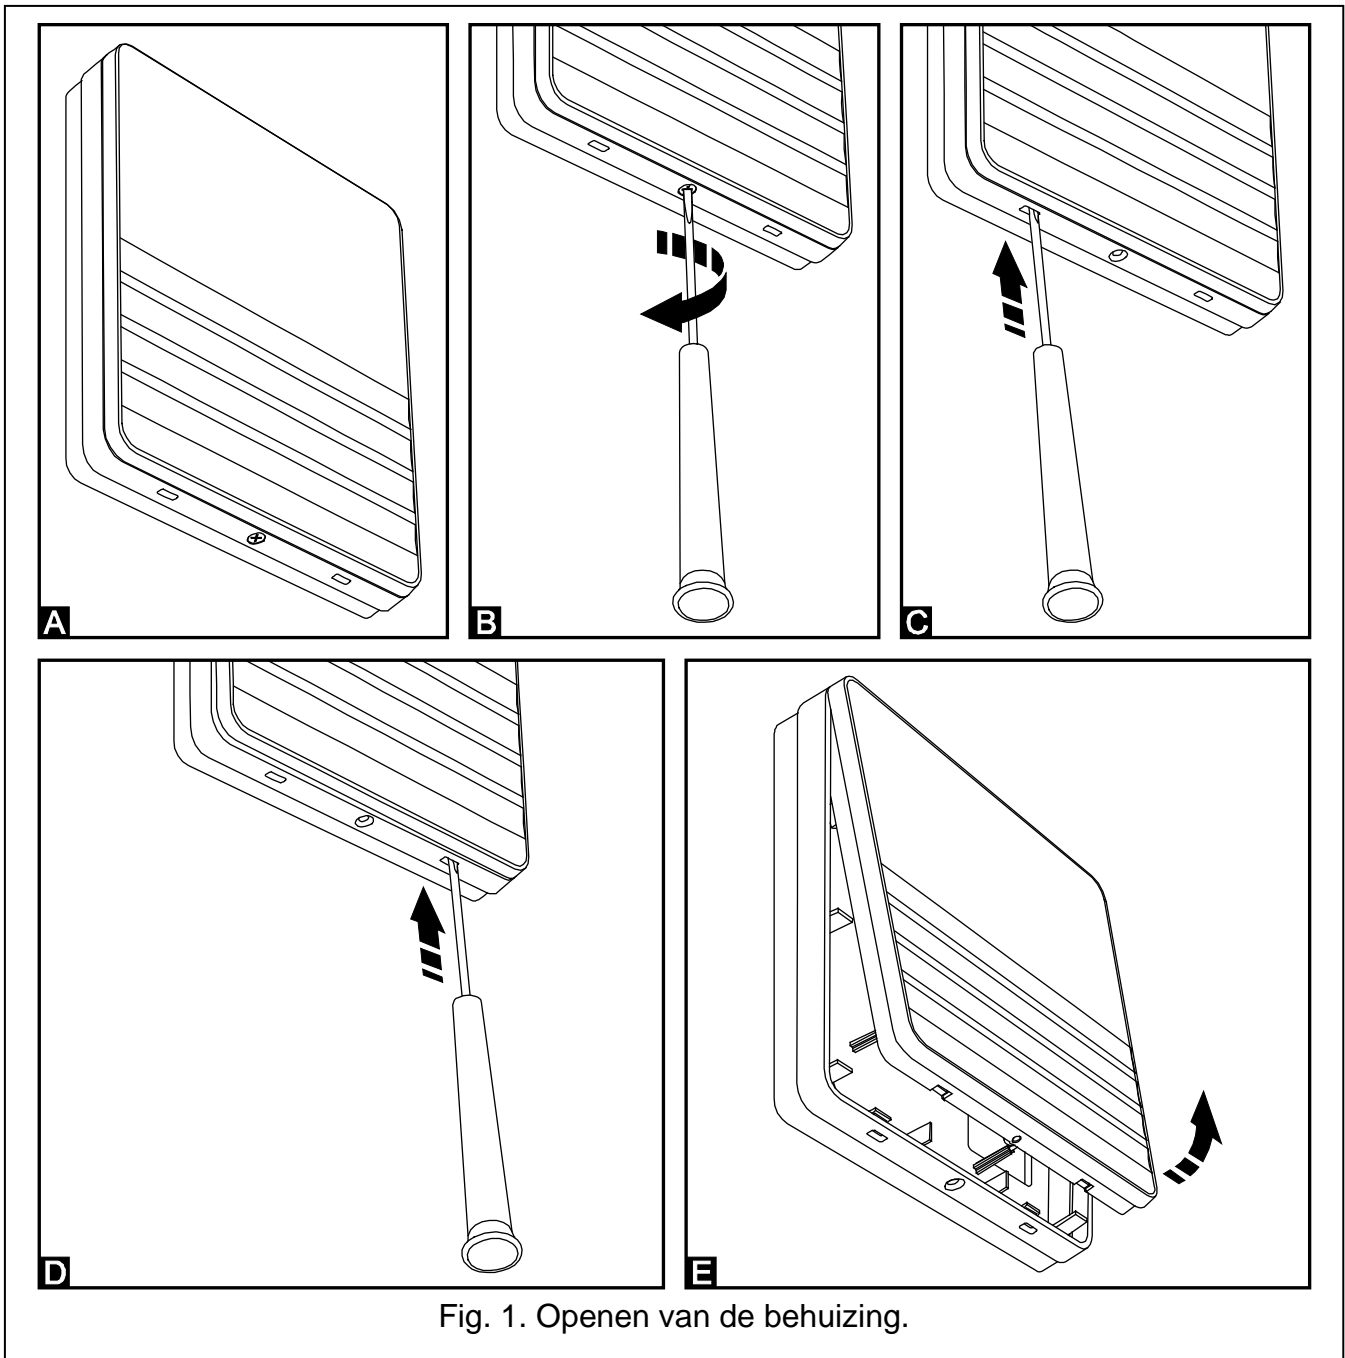

Fig. 1. Openen van de behuizing.
1. Open de bediendeel behuizing (zie Fig. 1).